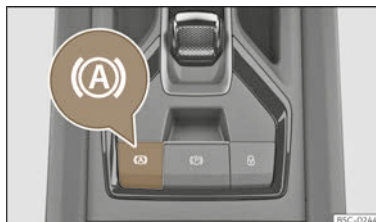

Abb. 157 Im unteren Bereich der Mittelkonsole: Funktionstaste Auto Hold.
- (A) Die Kontrollleuchte der Taste (A) >>> (Abb. 157) leuchtet dauerhaft, während die Funktion Auto Hold eingeschaltet ist.